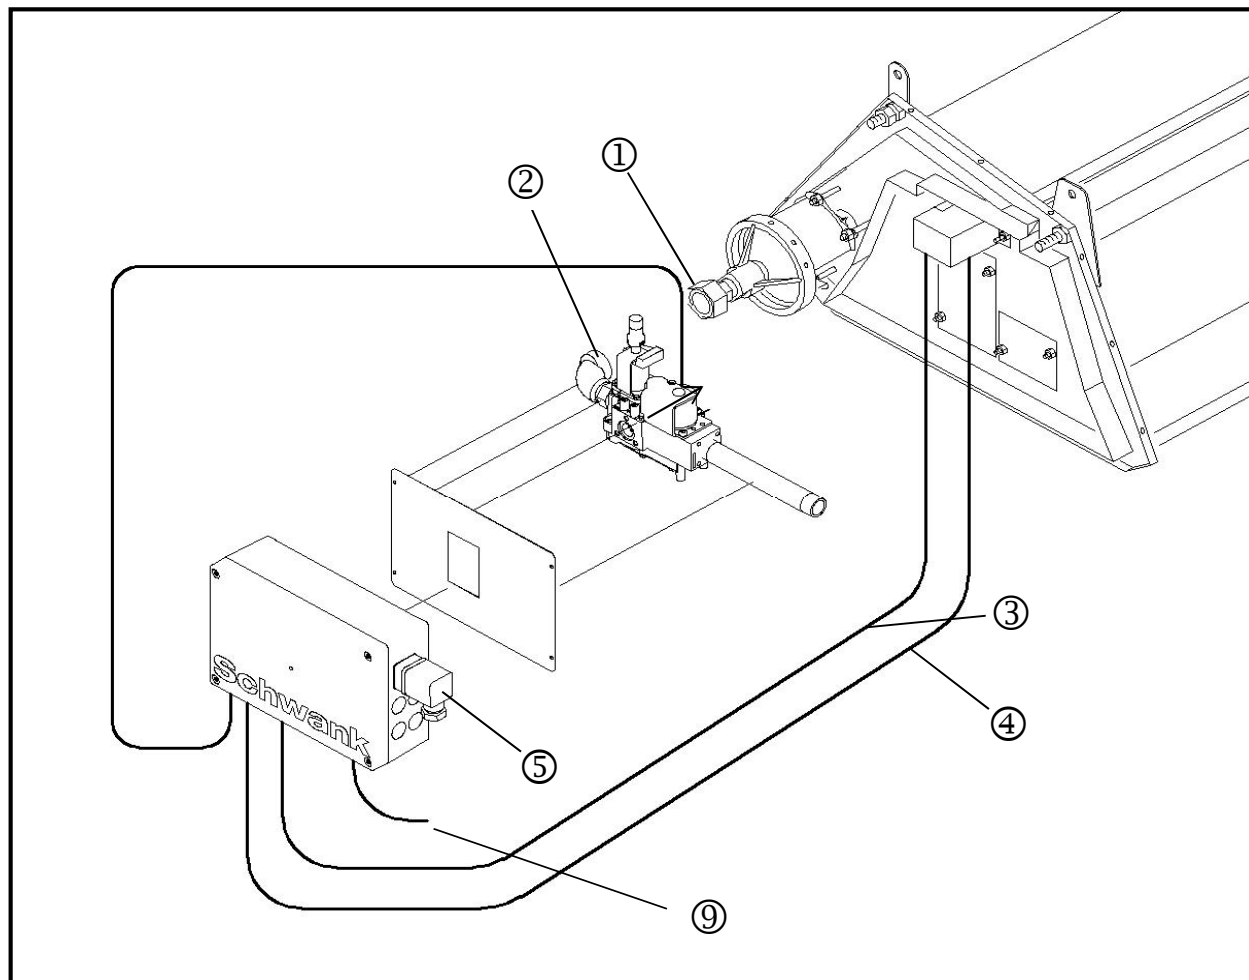

Fig. 13: Instalación de la unidad de ignición y de control
- ⇒ Conecte el calentador con la pieza de conexión (2) de la unidad de ignición y control utilizando la unión roscada (1) (Fig. 13). Preste atención a que la conexión sea estanca para el gas.
- ⇒ Conecte el cable de ionización (3) con la toma de la unidad de ignición (Fig. 13).